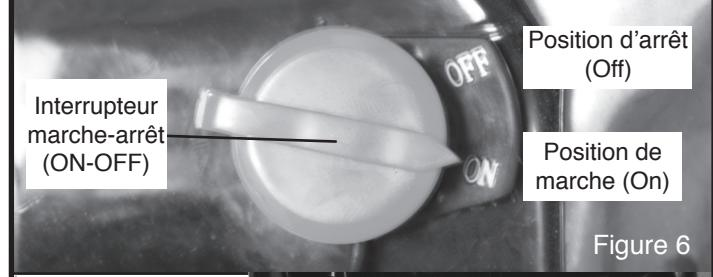

Figure 6
2. Assurez-vous que l'interrupteur marche-arrêt (ON-OFF) est en position de marche (ON) (Voir Figure 6).
L'interrupteur marche-arrêt (ON-OFF) est en position de marche (ON) (Voir Figure 6).